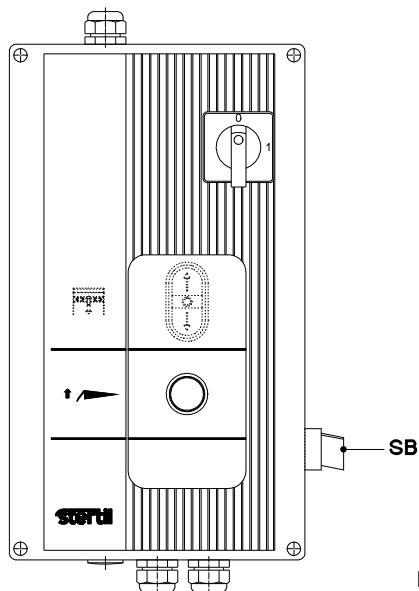

Fig. 13
- Verdraai hiervoor de knop SB aan de zijkant van de bedieningskast (zie Fig. 13).
- Dazu der Knopf SB seitlich des Schaltkastens drehen (Siehe Fig. 13).
- To operate the B.D.C., turn the knob SB on the side of the control box (see Fig. 13).
- Pour ce faire, tourner le bouton situé sur le côté du boîtier de commande (voir Fig. 13).